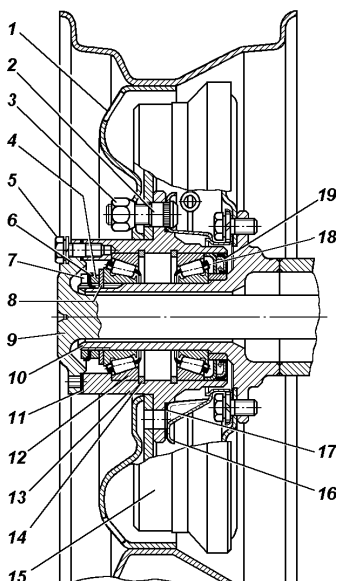

Рис. 9.49. Ступица заднего колеса:
3. Отогните ус стопорной шайбы 6 (рис. 9.49), отверните контргайку 7 и снимите стопорную шайбу.